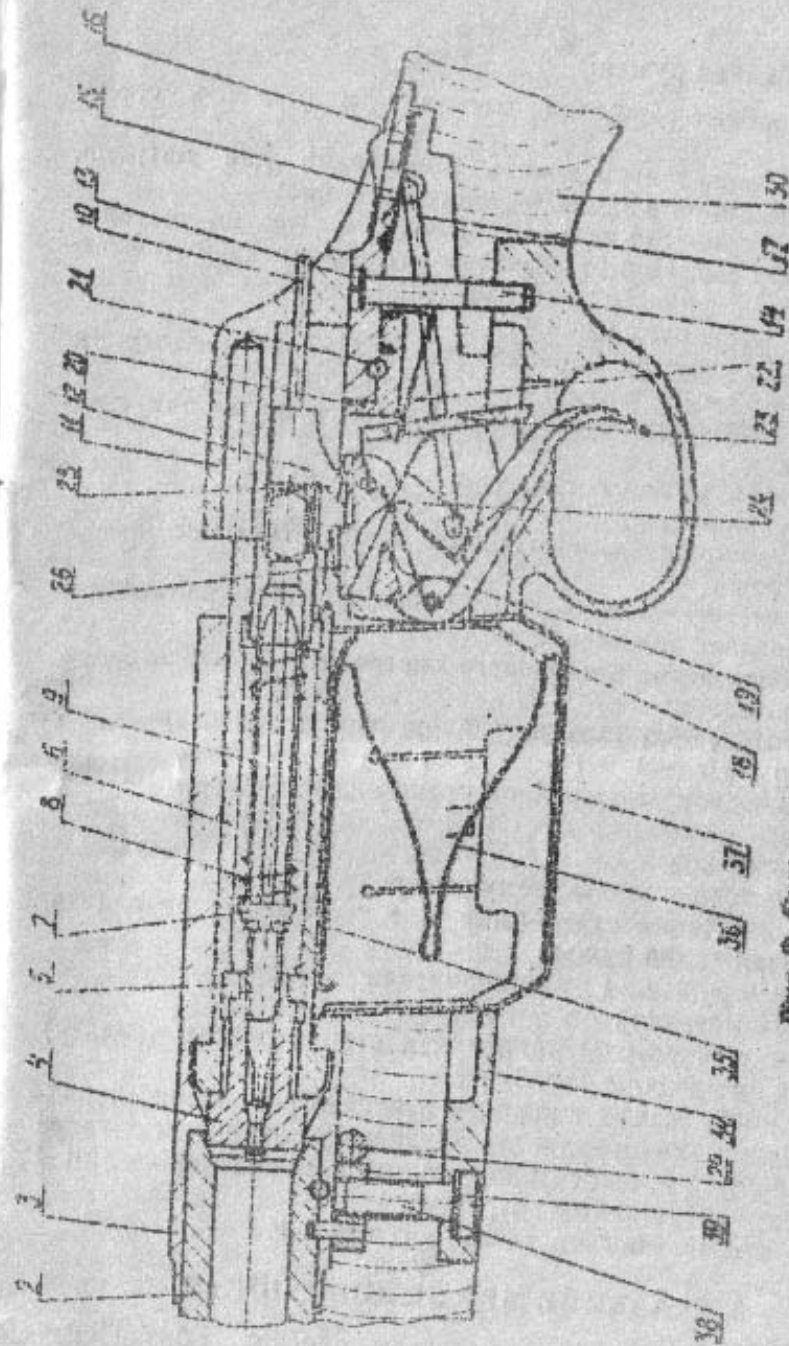

Рис. 2. Схема механизмов ружья МЦ 20-01
5.2. Работа механизмов ружья в рекомендациях по эксплуатации (рис. 2).